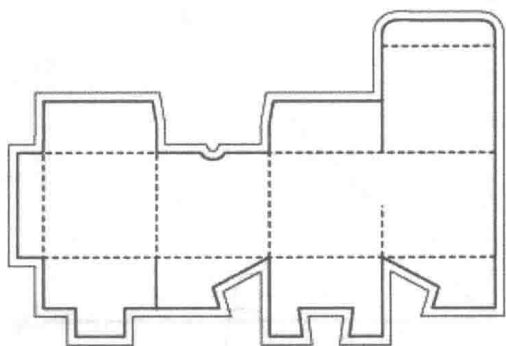

图1-5
1. 取出一张白纸，在上面画出正方形的平面解剖图，如图 1-5。